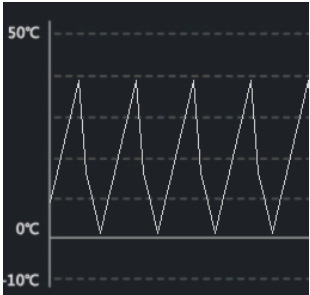
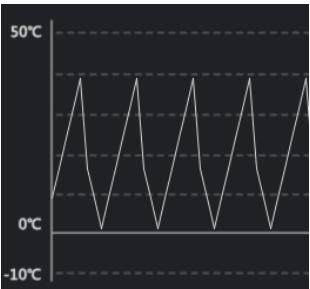

图 4-4 关闭抗锯齿
图 4-5 开启抗锯齿
- 3、抗锯齿：开启抗锯齿效果之后，曲线显示更加平滑。如 图 4-4 所示为关闭抗锯齿功能,如 图 4-5 所示为开启抗锯齿功能。